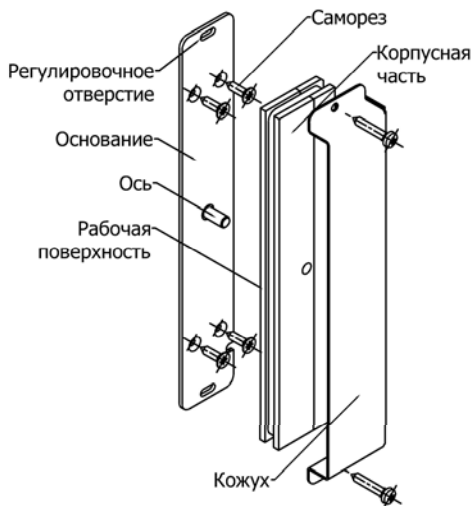
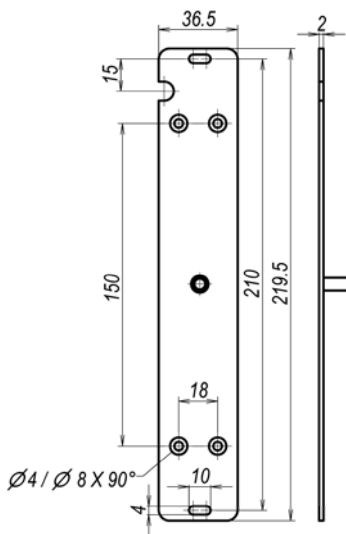

Рис.3
Рис.4
5.3 Основание корпусной части крепится на дверной коробке через два овальных отверстия (рис.3) саморезами 3 мм с учетом габаритно-установочных размеров и расположения выводов управления (рис.4).